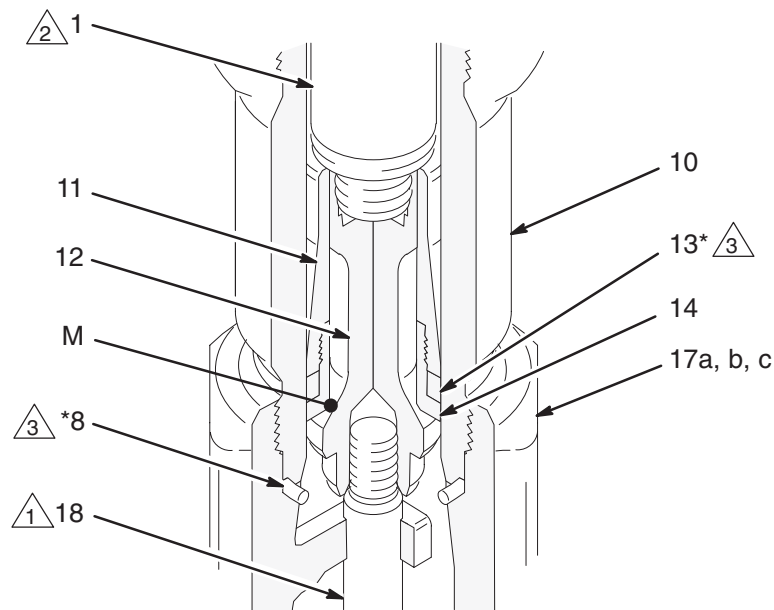

Abb. 12
9. Die Dichtung (8) von unten aus dem Zylinder (10) nehmen. Siehe Abb. 12. Mit einer Lampe die Innenflächen des Zylinders auf Kratzer oder Beschädigungen untersuchen. Den Zylinder nur dann mit einer Rohrzanze vom Auslassgehäuse abschrauben, **wenn er beschädigt ist oder Anzeichen von Materialleckage an der oberen Zylinderdichtung (8) erkennbar sind**. Obere Zylinderdichtung entfernen.
10. Die Schlüsselflächen der Kolbenstange (1) in einen Schraubstock einspannen. Den Kolben (12) von der Kolbenstange abschrauben; die Schöpfkolbenstange (18) kommt ebenfalls heraus. Kolbenführung (11) und Sitz (14) vom Kolben (12) herunterschieben.
11. Die Schöpfkolbenstange (18) muss nur dann vom Kolben (12) entfernt werden, wenn Beschädigungen an einem der beiden Teile bemerkt werden. Zum Auseinanderbauen die Schlüsselflächen des Kolbens in einen Schraubstock einspannen und die Stange abschrauben.
12. Die Kolbenführung (11) wie in Abb. 11 gezeigt in einen Schraubstock einspannen. Mit einem verstellbaren Schlüssel den Kolbensitz (14) von der Führung abschrauben. Die Dichtung (13) entfernen; immer durch eine neue ersetzen. Oberflächen (M) von Kolben (12) und Kolbensitz (14) auf Beschädigung oder Verschleiß überprüfen. Siehe Abb. 12.
- 1 Kolbenrückschlagventil (siehe Abb. 12).